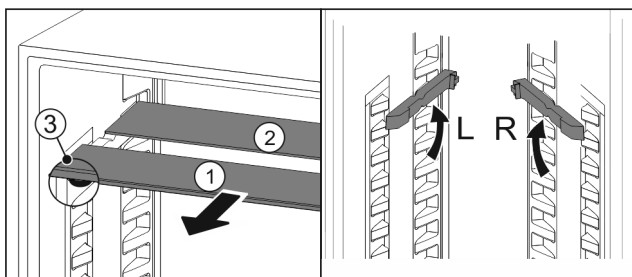

Fig. 125
- Vytiahnite sklené dosky jednotlivu dopredu Fig. 125 (1).
- ▷ Sklená doska Fig. 125 (1) s ozdobnou lištou leží vpredu.
- ▷ Zarážky Fig. 125 (3) ukazujú nadol.